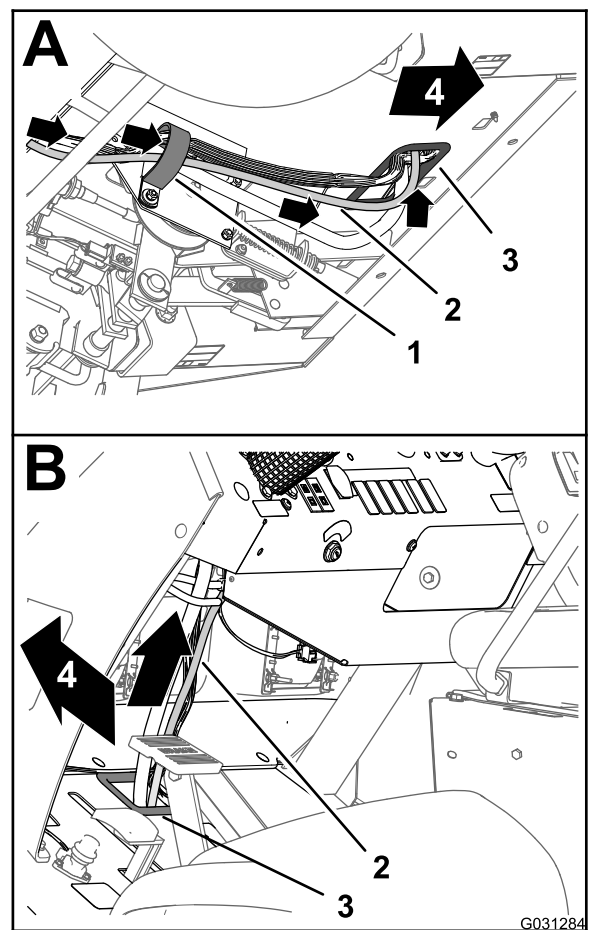

Figura 167
3. Passe a secção com 220 cm da cablagem dos dados para a frente e para cima através do olhal que rodeia o orifício no painel do piso (Figura 167).
4. Passe a secção com 220 cm da cablagem dos dados para cima e ao lado da cablagem dianteira da máquina (Figura 167).